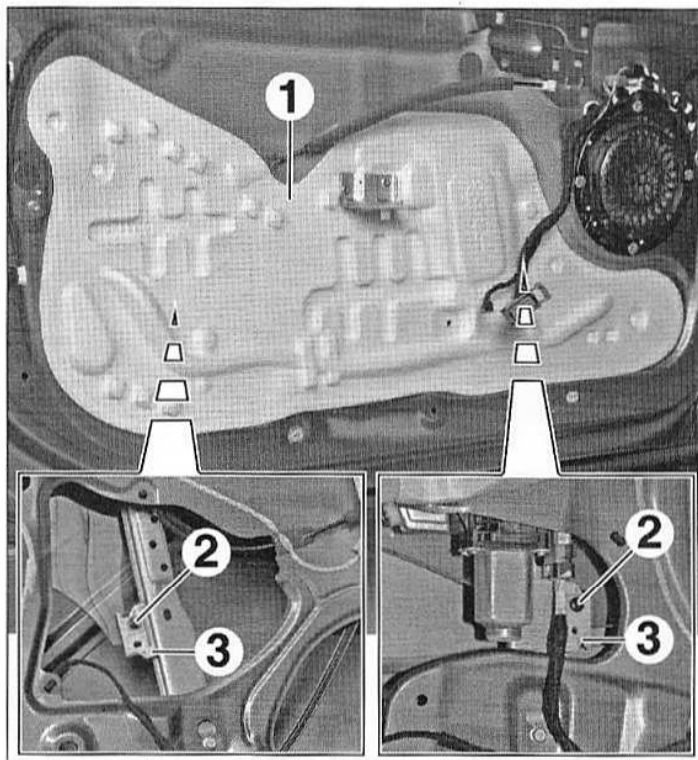

FIG.50
- la feuille d'étanchéité (1) (Fig.50),
- Descendre la vitre pour accéder aux vis (2).
- Déposer les vis (2).